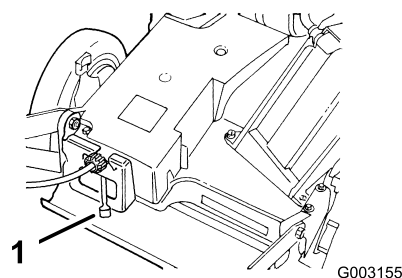

Figure 14
- Placez le levier de changement de vitesses en position point mort (N) (Figure 14).